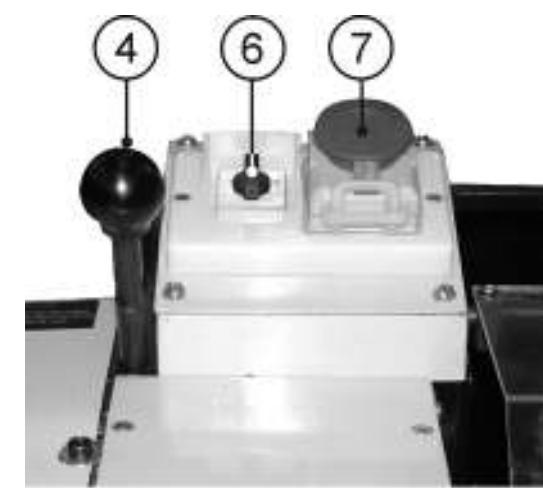
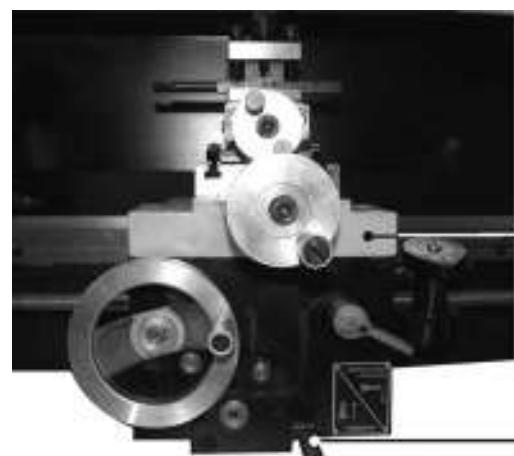

Рис.14
Рис.17
10.2.2. Нажмите красную кнопку аварийного выключателя (7), сдвинув ее в направлении от себя, как показано стрелкой на кнопке аварийного выключателя (7). Откройте крышку аварийного выключателя (7) после нажатия на зелёную кнопку при условии, что защитный щиток (31) опущен (установлено устройство отключения), и переключатель направления вращения шпинделья (6) установлен в одно из положений направления вращения шпинделья. Станок включится (начнёт вращаться шпиндель), Рис.14.
10.2.4. Направление вращения шпинделья определяется положением переключателя направления вращения шпинделья (6), Рис.14.
**10.4. Точение с автоматической подачей (Рис. 17, 18)**
10.4.2. Положение переключателя направления вращения шпинделья (6), Рис.14, соответствует направлению автоматической подачи каретки (24), Рис.17.
10.4.3. Переключением рычага включения автоматической подачи (26) в верхнее положение приводится в действие автоматическое перемещение каретки (24), Рис.17 .